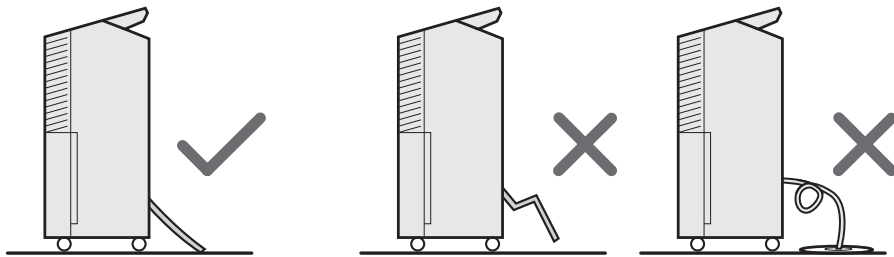

Abb.5
**Notizen:** Für einen reibungslosen Wasserabfluss legen Sie die Ablaufschläuche korrekt aus. (Wie in Abbildung 5 gezeigt)